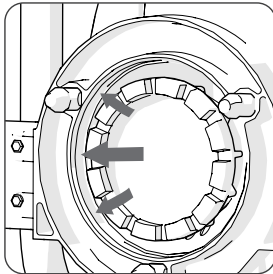

Fig 7 (la flèche pointe la cavité intérieure de la bague annulaire)
- Gardez la bague annulaire scrupuleusement propre et exempte de débris. **(Fig. 7)**